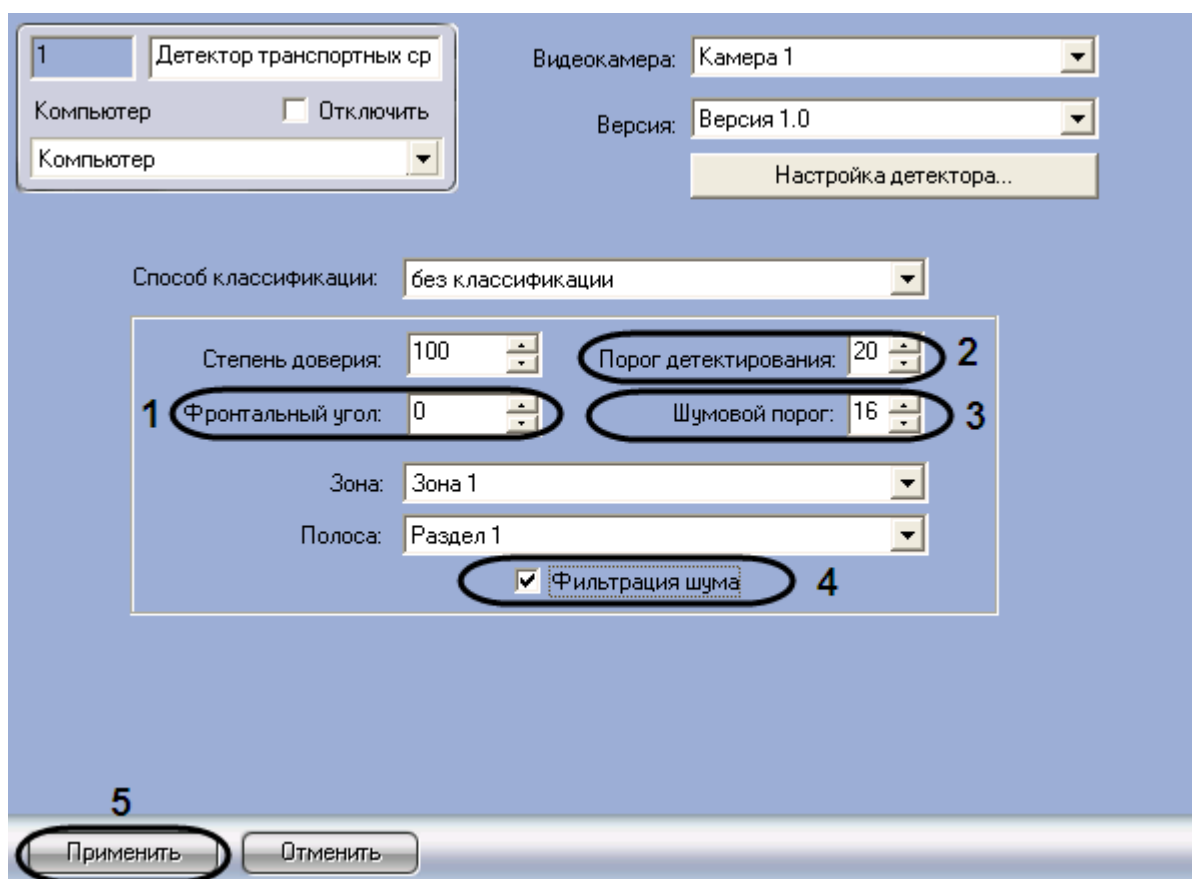

Рис. 7.6—6. Задание переменных детектирования
1. Перейти на панель настройки объекта «Детектор транспортных средств» (см. Рис. 7.6—6)
2. В поле со списком «Фронтальный угол» ввести угол фронтального по отношению к транспортному средству наклона видеокамеры (см. Рис. 7.6—6, 1)